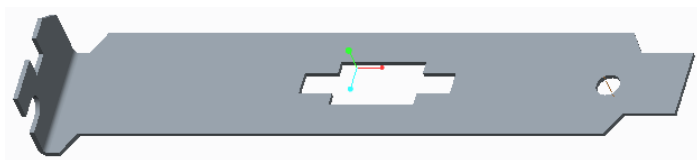

图 5-204 看图建模的钣金件 2
(4) 看图建模：请根据图 5-204 所示的模型效果进行钣金件设计，具体的尺寸由读者参考图形效果来自行确定，最终展平该钣金件。